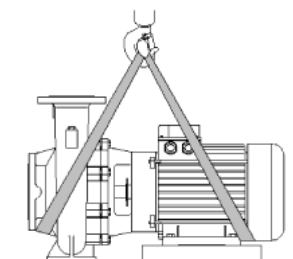

fig.2: Transport van de pomp
- De transportogen aan de motor zijn hierbij alleen bestemd voor de geleiding bij het optillen van de last (zie fig. 2).